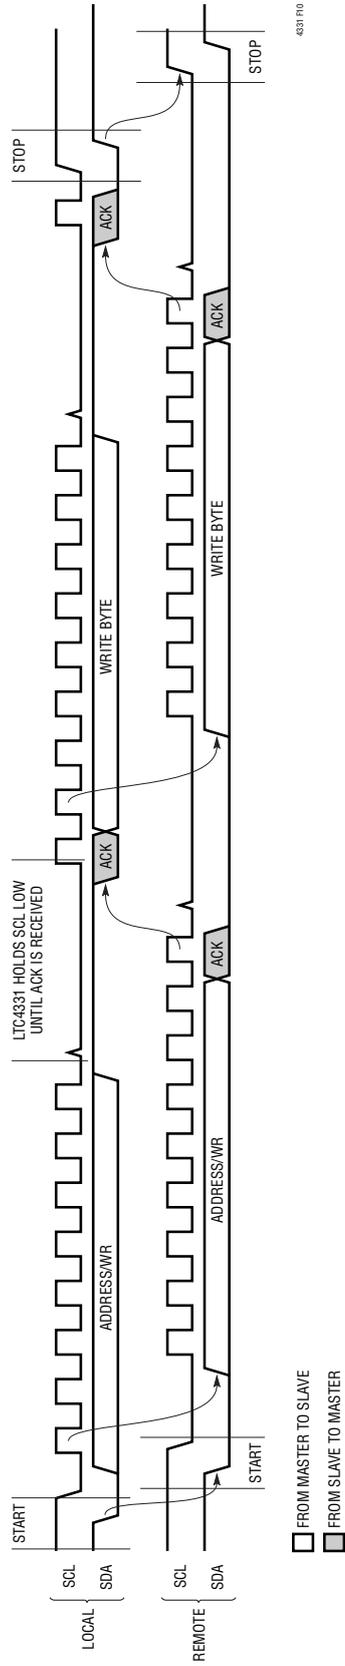

図 10. フル書込み
ローカル・マスタは、トランザクションを開始するとき、I²C STARTとスレーブ・アドレス・バイトを送信します。ローカル・モードに設定されたLTC4331デバイスは、キャプチャしたI²CイベントをエンコードしてリモートI²Cネットワークに送信し、これらのイベントはリモートI²Cバス上で再生成されます。スレーブとして設定 (REMOTEはローにセット)された追加のLTC4331デバイスがリモートI²Cネットワークに接続された場合、それらのデバイスも第3層I²Cネットワークにイベントを送信します。ローカル側のLTC4331は、リモート・スレーブ・デバイスからの(N) ACK応答を待機して、第9ビットでSCLを常にローに維持します。ローカル側のLTC4331が応答を受信すると、SCLはI²Cバス上で設定された応答データを使用して解放されます。R/WビットがWriteに設定されている場合、ACKの後でバスは向きが切り替わり、ローカルLTC4331は入ってくる書込みデータをキャプチャするためにスレーブ受信モードに切り替わります。8番目のSCLクロックの後、リモート・スレーブ・デバイスから(N) ACK応答を取得するために、バスとリンクの向きは逆になります。マスタがSTARTまたはSTOP条件を送信するまで、このシーケンスは続きます。ローカルI²Cトランザクションが実効リンク・レートより高速な場合、リンク上に転送されるデータはバッファに格納されます。図10を参照してください。